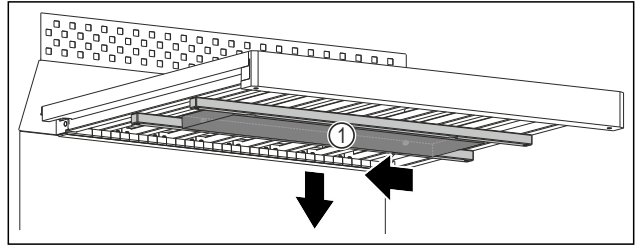

Fig. 160
- Împingeți cutia de apă Fig. 160 (1) spre stânga.
- Extrageți cutia de apă Fig. 160 (1) în jos.